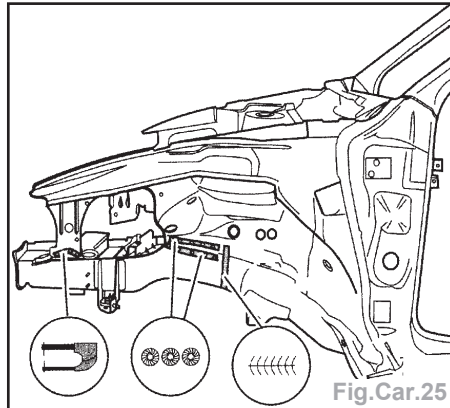

Fig.Car.25
- Souder par points sous atmosphère gazeuse les points d'assemblage montrés sur la figure et ensuite meuler (Fig.Car.25).